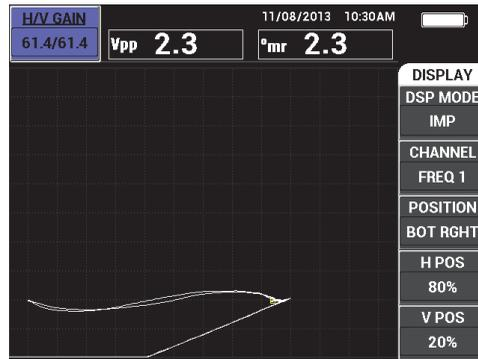

Figura 4-3 Levantamiento de sonda (inicialmente sin orientación horizontal)
- El punto de despegue no es horizontal. Vea la Figura 4-3 en la página 84.